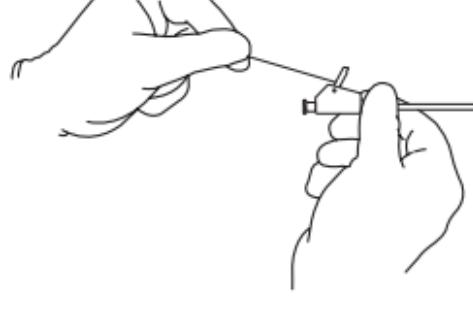

Fig. 1
- a. Stabilizzare il gruppo del connettore Mac-Loc con una mano e tirare il filo di sutura per formare, nel tratto distale dello stent, la configurazione ad anello. (**Fig. 1**)